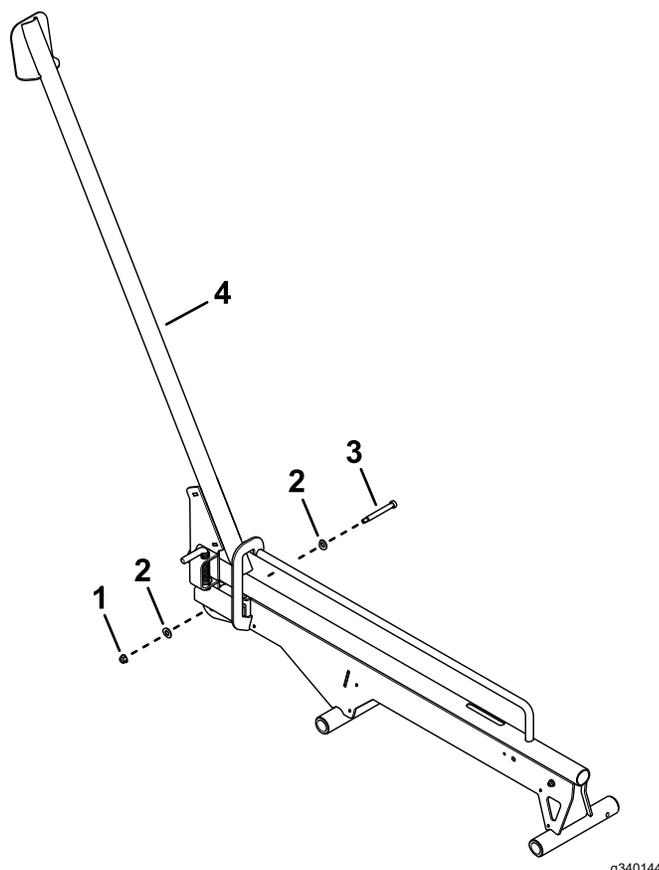

Figura 6
8. Utilize uma porca flangeada (5/16 pol.), 2 anilhas e um parafuso de olhal para fixar o conjunto da rampa ao conjunto do carril (**Figura 6**).